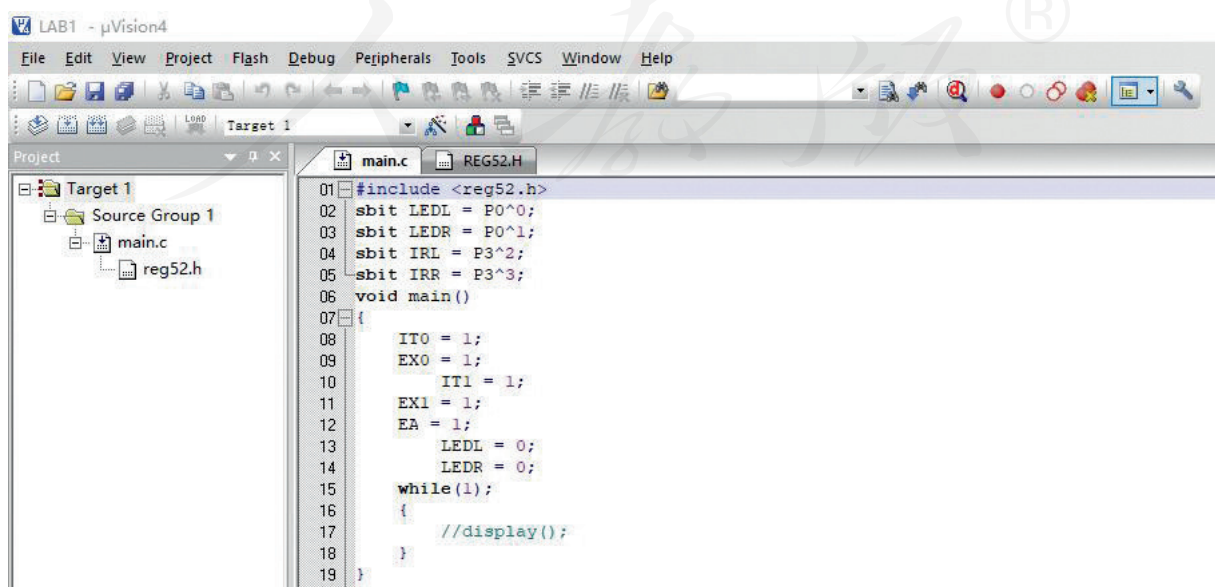

图2-16 使用Keil uVision 4编写单片机程序
- (2) 编写单片机控制程序（图2-16），注意检测到黑线时（即红外探测模块输出低电平时）单片机控制LED亮；